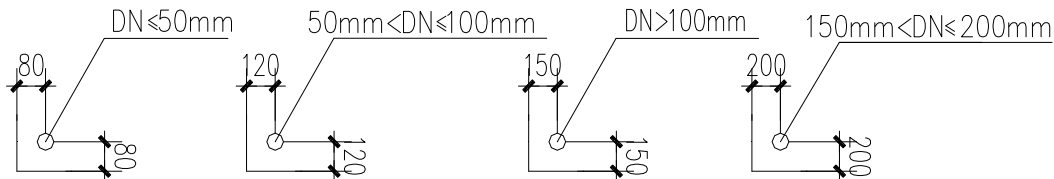

图 13-1 敷设距离
1) 全部给水排水,消防管道除住宅部分给水排水立管及给水支管暗敷外其余均为明敷。沿墙柱敷设的立管除图中注明外均以最小安装距离敷设,如图 13-1 所示。